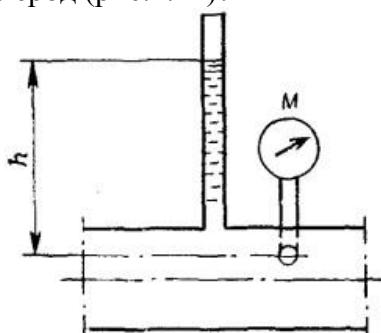

Рис. 1.24 (к контрольной задаче 1.5).
7. Манометр на трубопроводе, заполненном жидкостью, показывает давление  $0,18 \text{ кгс}/\text{см}^2$ . На какую высоту  $h$  над точкой присоединения манометра поднимается в открытом пьезометре жидкость, находящаяся в трубопроводе, если эта жидкость: а) вода, б) четыреххлористый углерод (рис.1.24)?